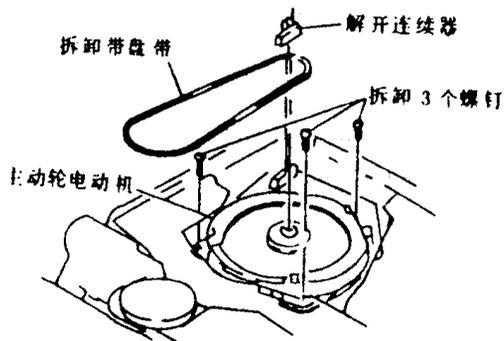

图 1-26
②拆卸带盘皮带,如图 1-26。
③解开接续器。
④拆卸 3 个螺钉并拉出主动轮电动机。